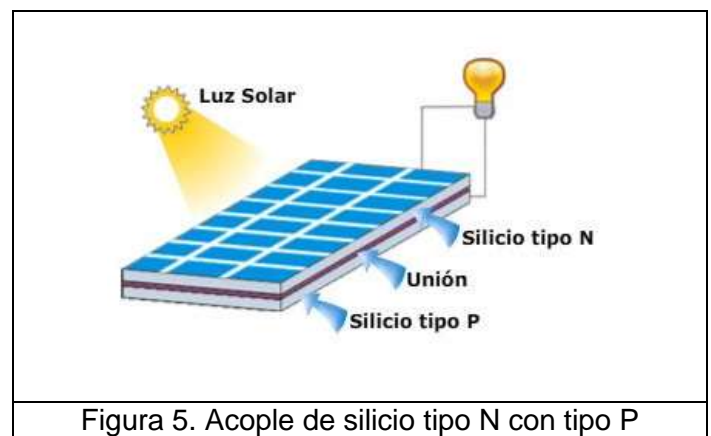

Figura 5. Acople de silicio tipo N con tipo P
Si acoplamos la parte de silicio tipo N con la parte tipo P mediante a través de un bombillo, una batería, etc., la corriente eléctrica circulara a través del elemento de unión o la carga. Como se puede apreciar en la figura 5 el semiconductor tipo N esta en la parte iluminada de la celda. Solamente si estas celdas tienen carga positiva (P) y negativa (N) pueden generar electricidad, de lo contrario no.